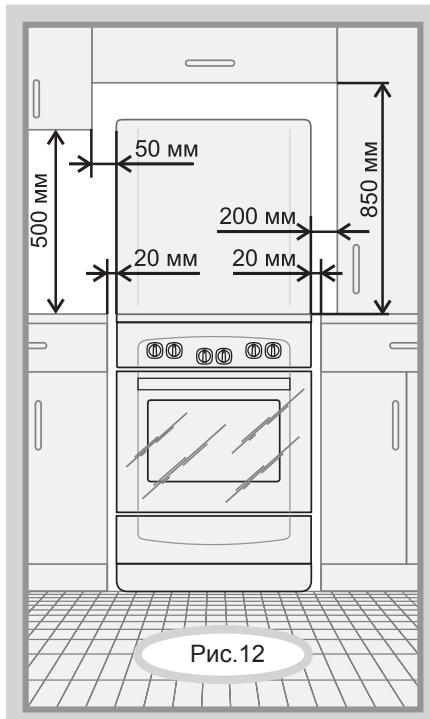

Рис.12
- Минимальные расстояния, которые необходимо выдержать при установке плиты, показаны на рис.12. Задняя стенка плиты должна отстоять от поверхности стены не менее чем на 50 мм. Кухонные полотенца, шторы и т.п. должны находиться на безопасном расстоянии, исключающем их воспламенение.